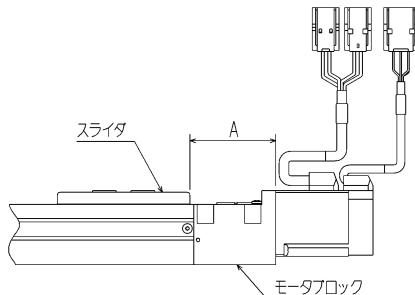

図 6.6-3
- (10) 電源 OFF → ON 後、原点復帰をして図 6.6-3 の位置になることを確認してください。
- (11) (3) の手順でステンレスシートを元のように組み立ててください。ステンレスシートは、たるみが生じないようにピンと張ってください。
- (11) 電源OFF→ON後、原点復帰を行い、停止位置が、モータ側原点の場合：図6.6-3の“A”寸法、